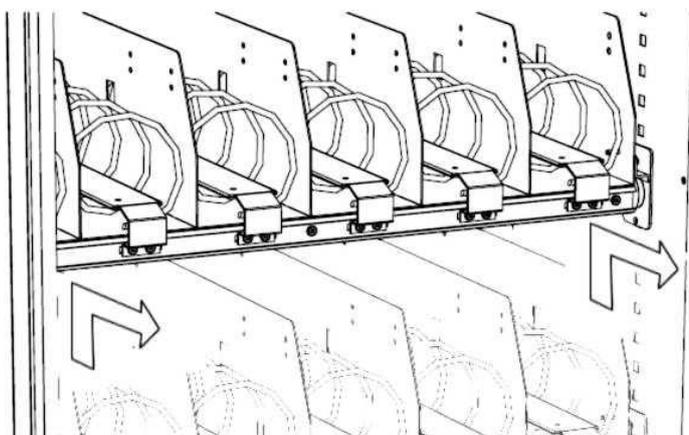
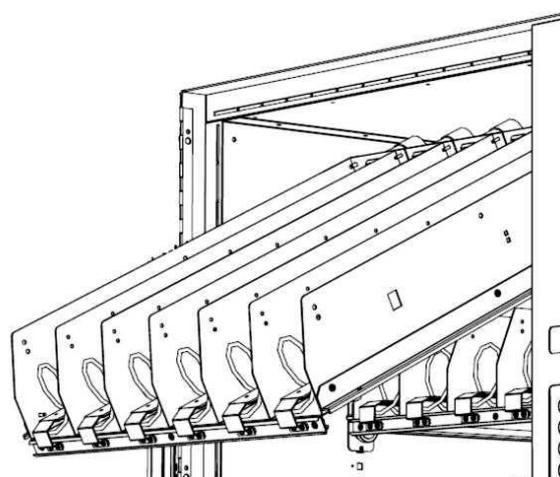

Figure 4.3
Figure 4.2
- Pour tirer un plateau il faut d'abord le soulever et ensuite le tirer vers l'extérieur en le faisant glisser jusqu'au bout du guide (Figure 4.3). Le plateau s'arrêtera à une position stable, indiquée pour le chargement des produits. Les trois plateaux supérieurs s'arrêteront en position inclinée pour rendre le chargement des produits plus facile (Figure 4.2).